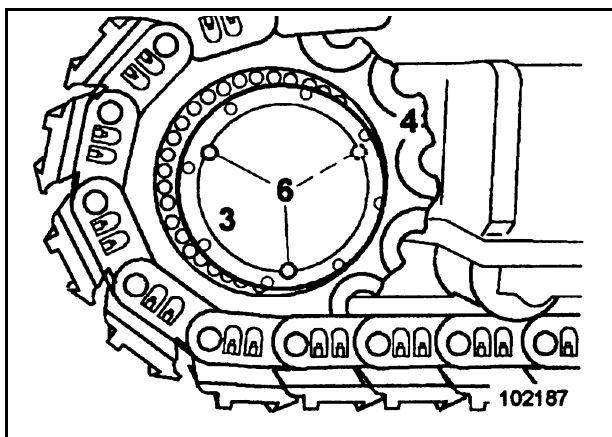

Fig. 3-84:
- Poner uno de los dos tornillos de cierre (6, Fig. 3-84:) en la posición inferior y desenroscar el respectivo tornillo de cierre superior.